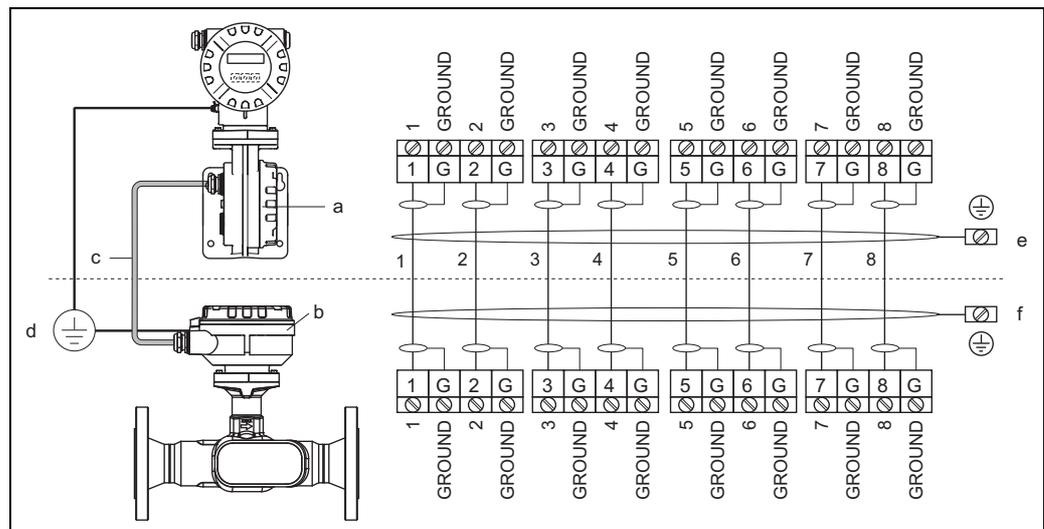

Fig. 12: Raccordement de la version séparée
- La version séparée doit être mise à la terre. Le capteur et le transmetteur doivent être raccordés à la même compensation de potentiel (v. Fig. 12, d)
v. Fig. 12 ou le schéma de raccordement dans le couvercle du compartiment de raccordement